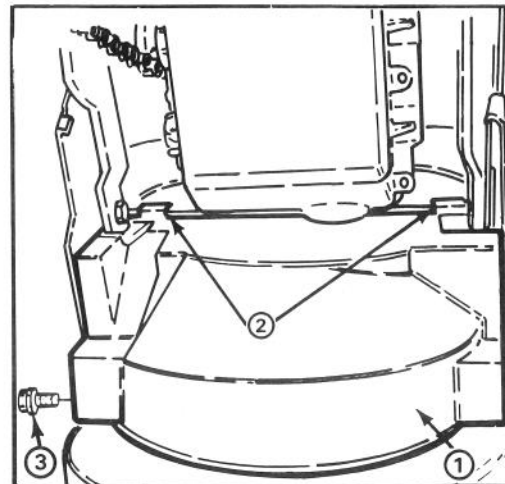

Abbildung 2
7. Untere Riemenabdeckung mit 2 1/4-20 x 1/2" Kopfschrauben an Unterseite des Räumgetriebegehäuses befestigen (Abb. 2). Sich überzeugen, daß die Riemenabdeckungs-Befestigungszungen hinten am Motorrahmenmitglied befestigt sind.